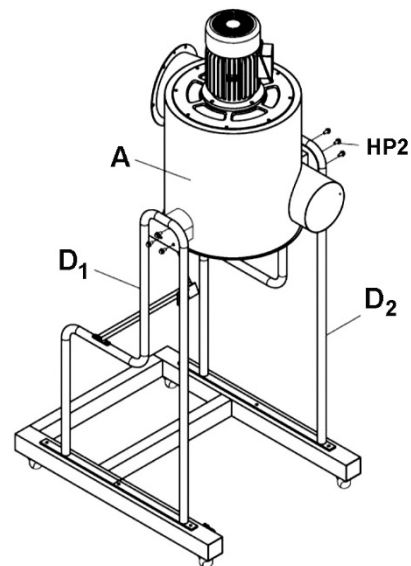

Figure 5
6. Positionnez le boîtier principal (A) entre les montants gauche et droit (D₁, D₂) et sécurisez avec six écrous à bride (HP2). Voir la Figure 5.